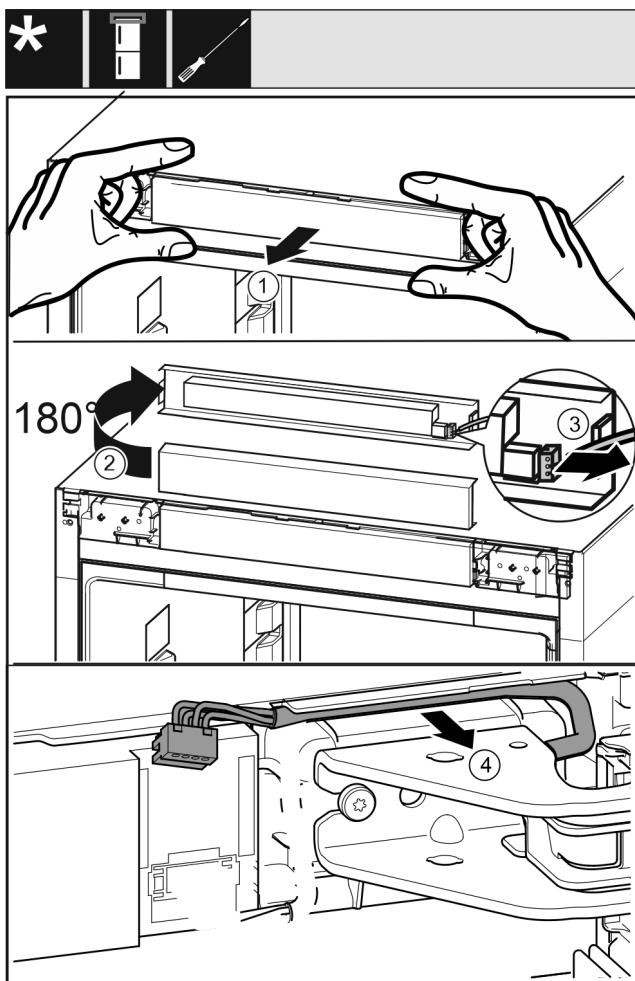

Fig. 6
- ▶ Oprezno odvojite masku uređaja za rukovanje prema naprijed. Fig. 6 (1)
- ▶ Okrenite masku za rukovanje prema gore za  $180^\circ$ . Fig. 6 (2)
- ▶ Pritisnite jezičac prema natrag i oprezno izvucite utikač. Fig. 6 (3)
- ▶ Oprezno otpustite kabel iznad podloška ležaja iz vodilice. Fig. 6 (4)